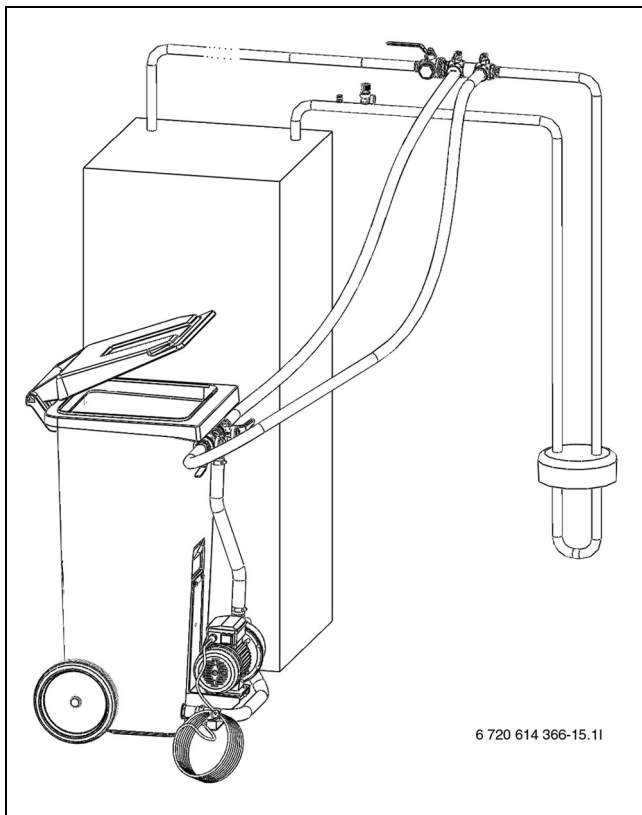

Рис. 13 Заполнение через станцию
- Подсоедините два шланга к заполняющей станции и узлу заполнения ( $\rightarrow$  рис. 13).